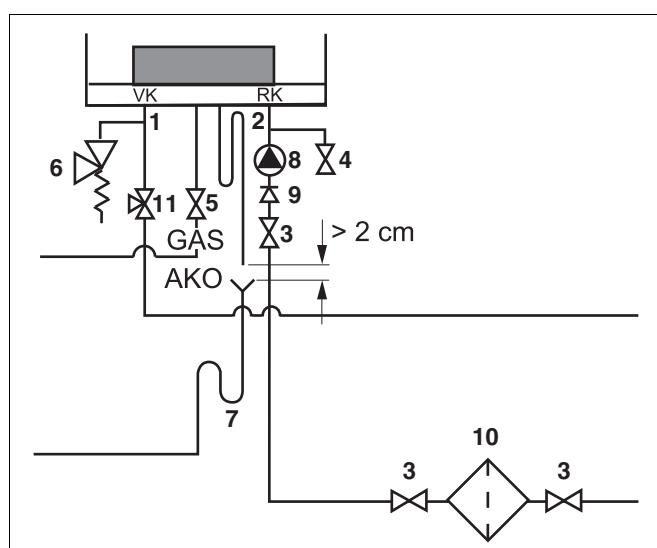

Fig. 12 Collegamento in mandata e ritorno
Per proteggere l'intero impianto di riscaldamento si consiglia di montare un filtro impurità (fig. 12, pos. 10) nella tubazione di ritorno. Nel caso in cui la caldaia venga collegata ad un impianto di riscaldamento esistente da molto tempo, è assolutamente necessario montare tale filtro.
- Collegare la tubazione di mandata completa di guarnizione di gomma piana, senza tensioni, al raccordo VK (mandata caldaia) (fig. 12, pos. 1). Utilizzare tubature di mandata con diametro minimo di 1½".
- Collegare la tubazione di ritorno completa di guarnizione di gomma piana, senza tensioni, al raccordo RK (ritorno caldaia) (fig. 12, pos. 2). Utilizzare tubature di ritorno con diametro minimo di 1½".
- Collegare un rubinetto di carico e scarico nella tubazione di ritorno (fig. 12, pos. 4).
- Inserire una valvola di sicurezza (fig. 12, pos. 6) con una luce minima di 1" nella tubazione di mandata. Verificare che la valvola di sicurezza sia sempre adeguatamente collegata tra la caldaia e il valvola a tre vie.
- Installare la pompa (fig. 12, pos. 8) nella tubazione di ritorno.